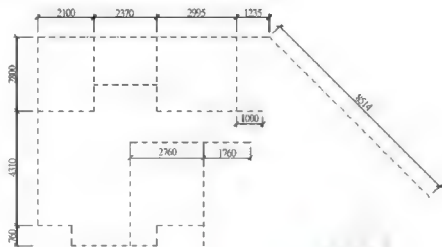

图 7-12
**步骤 9:** 使用直线工具 $\text{---}$ ，以绘制图像的最右上角端点为起点，绘制一条长为 8514，角度为“-45°”的线段，设置“线型比例”为 30，如图 7-12 所示。